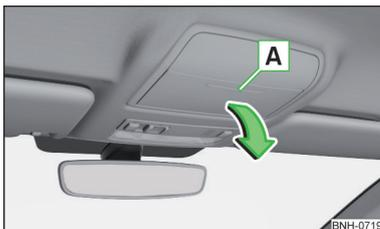

Fig. 86
- Para **abrir**, presionar sobre la tapa del guardalentes en el área **A**. El compartimento se abre en el sentido de la flecha » fig. 86.